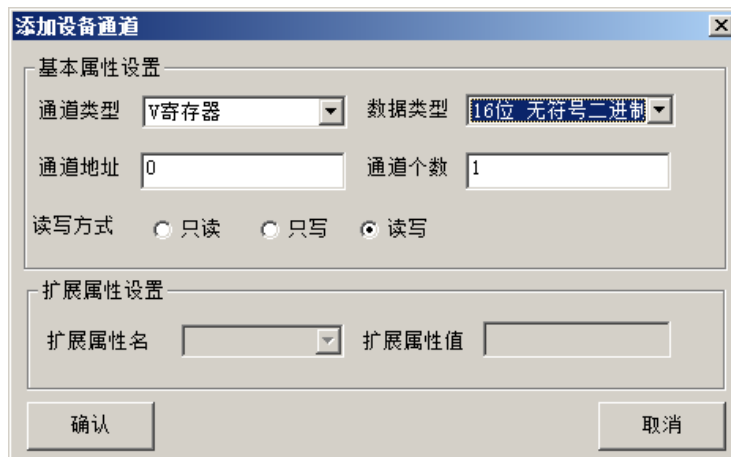

图 4.3.4
② **Q0.1/0.2:** 与步骤①相同，通道地址填写“0”，数据类型为“通道的第 01 位”，通道个数为 2，可按索引连续添加地址。
③ **VW0:** 点击“增加设备通道”按钮，弹出“添加设备通道”窗口，选择通道类型为“V 寄存器”，通道地址为“0”，数据类型为“16 位无符号二进制”，通道个数为 1，设置完毕后点击确认，返回到编辑窗口，如图 4.3.4 所示。